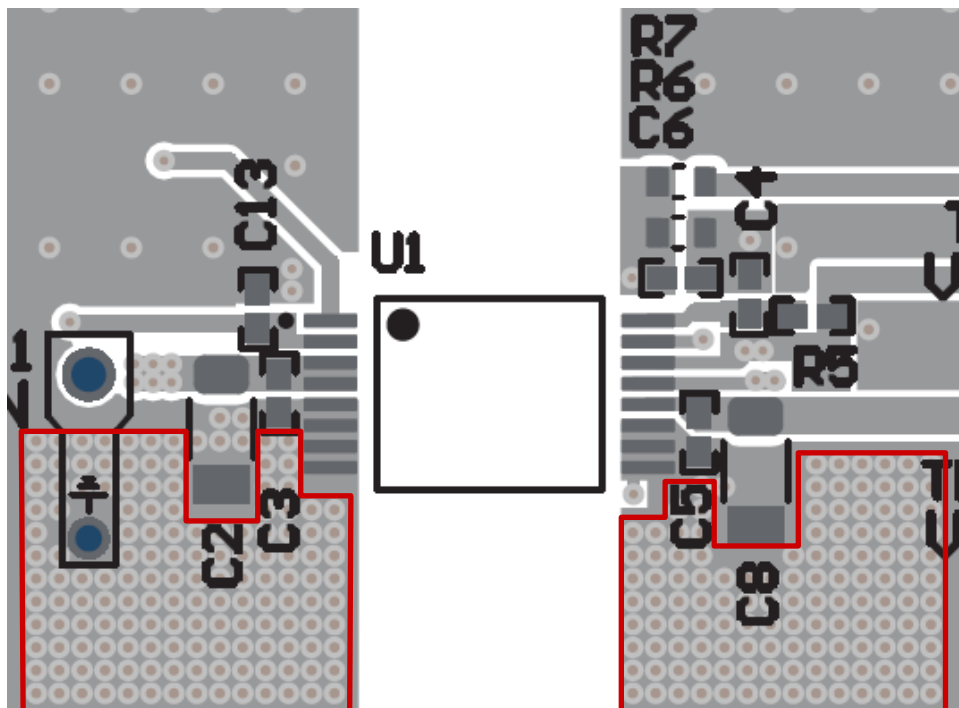

图 3-10. 散热过孔
- f. 图 3-10 显示了此布局示例。如果可用的铜面积较小, 请在设计允许的情况下使用尽可能多的散热过孔, 靠近引脚 5-8 (初级) 和引脚 9-11 (次级) 放置。